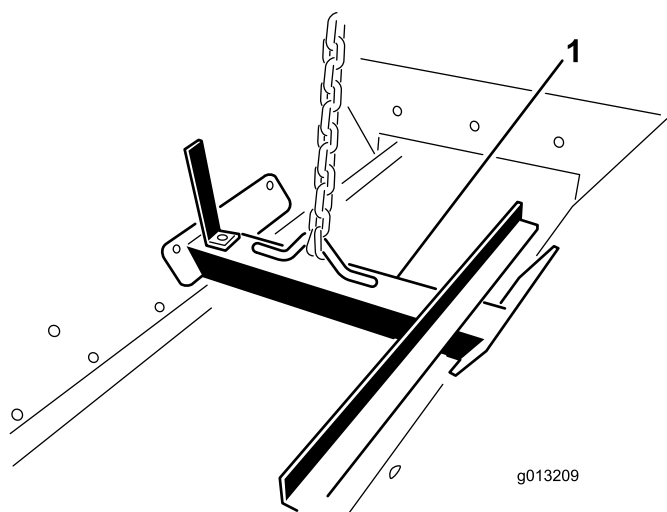

Figura 16
- Conecte un dispositivo de izado al soporte de izado atornillado dentro de la tolva (Figura 16).